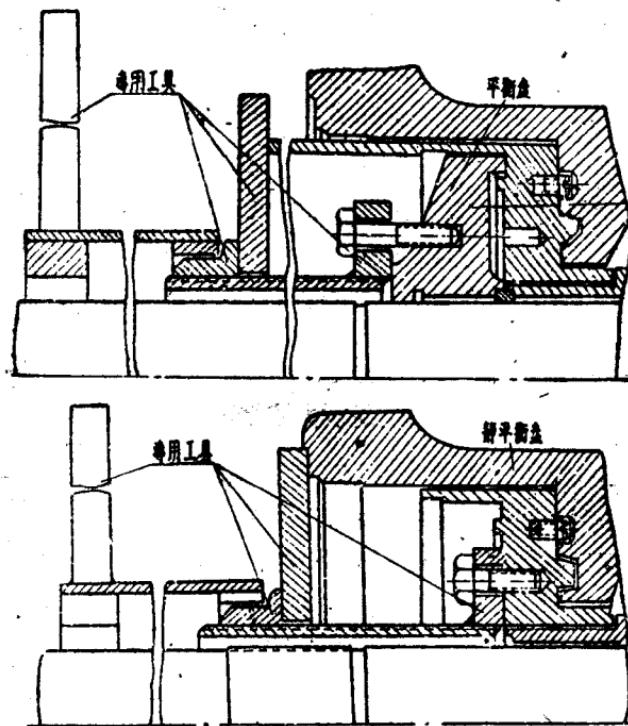

图 5
11. 用如图5的專用工具拆下動平衡盤29；
12. 用如图5的專用工具拆下靜平衡盤28；